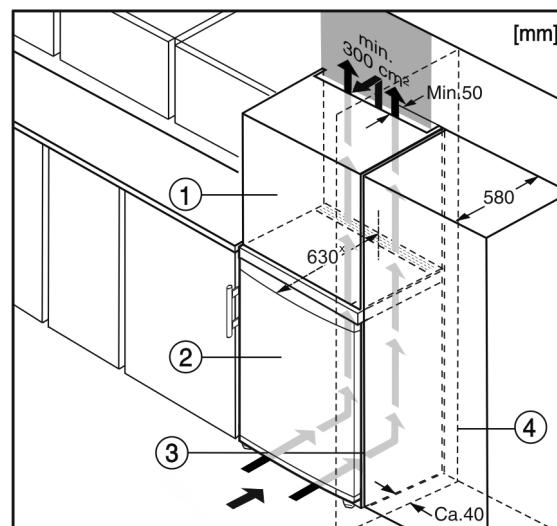

Fig. 6
- (1) Mobile da appoggio
- (2) Apparecchio
- (3) Mobile da cucina
- (4) Parete
L'apparecchio può essere incassato nell'arredamento per la cucina. Per adattare l'apparecchio Fig. 6 (2) all'altezza della cucina componibile, è possibile applicare sopra l'apparecchio un adeguato mobile da appoggio Fig. 6 (1).*
Si la cocina posee armarios (profundidad máx. 580 mm), el aparato se puede colocar directamente junto al armario de cocina Fig. 6 (3). El aparato sobresale 34 mm* por los lados y 50 mm* en el centro del aparato respecto al frente del armario de cocina.*
Se l'apparecchio con cerniere viene installato accanto ad una parete Fig. 6 (4), la distanza minima fra l'apparecchio e la parete deve essere almeno di 40 mm, che corrisponde alla sporgenza della maniglia con la porta aperta.